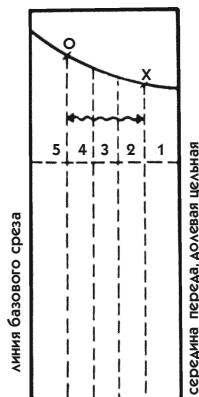

Рис. 175
2. Поскольку рис. 174 имеет вид половины юбки, то вам следует представить, что ваше лекало (рис. 175) отражает ее четверть. Правый край листа бумаги будет соответствовать срединной линии, а левый — линии бокового среза (см. рис. 175).
3. Наметьте участок для сборок, обозначив его засечками от одного конца изогнутой линии до другого (точки X и O на рис. 175). Засечку X поместите на расстоянии 4 см от срединной линии, а засечку O — в 13 см от бокового среза (мерки берутся по горизонтали).
4. Разделите собираемый в сборку участок между засечками несколькими пунктирными линиями, параллельными срединной линии. В нашем примере получится 3 полоски (про- нумерованы 2, 3, 4) по 3 см шириной (см. волнистую стрелку на рис. 175).
Очевидно, что в будущем вы сможете в подобных случаях чертить полосы (как на рис. 175), не так тщательно соблюдая их прямолинейность и не придерживаясь строго указанных измерений. Однако пока вы учитесь, мы рекомендуем вам относиться к выполнению заданий со всей внимательностью и прилежностью. Не забывайте также, что для выявления на лекале какой-либо неточности, вызванной небрежностью или технической ошибкой, надо иметь опыт.
6. На всю ширину лекала перпендикулярно направлению сборок и срединной линии проведите пунктирную горизонтальную линию (см. рис. 175).
В следующем пункте вы разрежете лекало вдоль всех линий. Но вам совершенно необходимо сохранить подготовительное лекало. Для этого вы должны его точно скопировать, что вы и сделаете сразу после черчения рис. 175. После выполнения задания разрезанное лекало можно будет уничтожить, но подготовительное лекало сохранится таким, каким оно представлено в примере.
7. Надпишите все необходимые обозначения, затем отрежьте кокетку. Разрежьте все пронумерованные полосы вдоль пунктирных линий (см. рис. 175).
8. На листе бумаги, гораздо более широком, чем первоначальный лист, проведите справа срединную линию. Прикрепите к ней полоску 1. Проведите перпендикуляр к срединной линии на уровне, указанном на полоске 1 (см. рис. 175).
- Измерьте на переснятом лекале ширину, на которой будут расположены сборки (на рис. 175 она составляет 9 см), затем разведите первую и последнюю полоски на ширину, которую вы хотите полу-